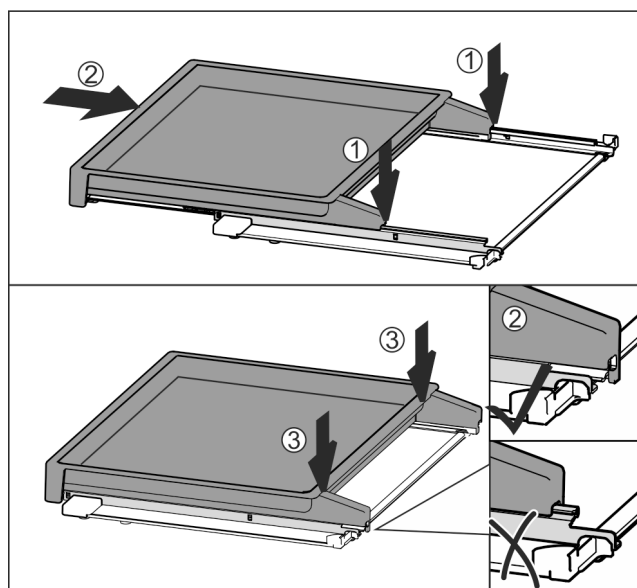

Fig. 180
- La poser au centre sur les rails Fig. 180 (1).
- Insérer complètement la bordure télescopique Fig. 180 (2).
- Appuyer sur sa partie arrière jusqu'à ce qu'elle s'enclenche de manière audible Fig. 180 (3).